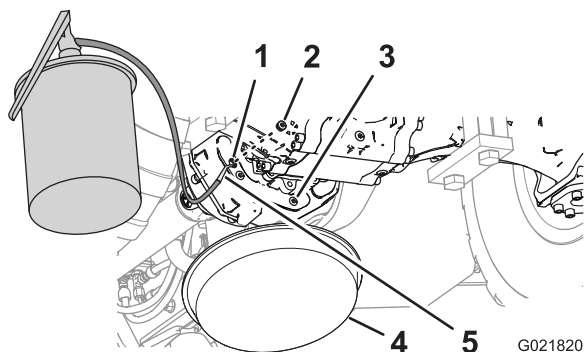

Figure 74
5. Placez un des bouchons dans l'orifice de vidange de la boîte de vitesses (Figure 74).
6. Versez l'huile spécifiée dans la boîte de vitesses par le regard, jusqu'à ce que le niveau atteigne les filets au bas de l'orifice (Figure 74).
8. Placez le bouchon restant dans le regard de la boîte de vitesses (Figure 74).